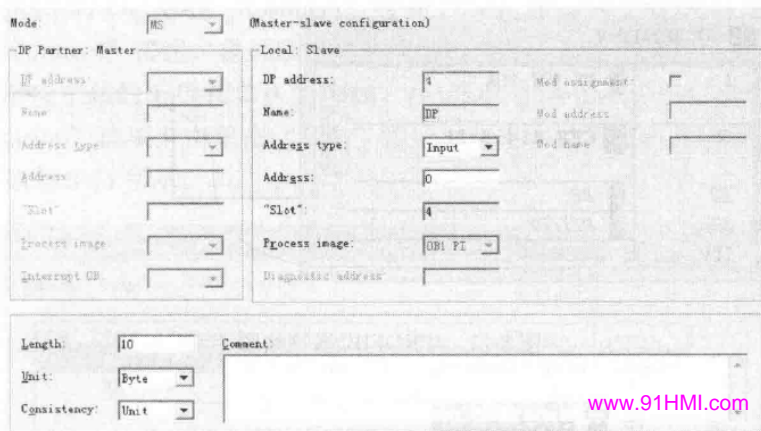

图 8-19 参数组态
(5) 选择“Configuration”选项卡来组态从站通信接口区，单击“New”按钮，加入一栏通信区，每栏通信数据最大为 32 个字节，在本例中分别添加输入区栏和输出区一栏各 10 个字节，开始地址为 0，在“Consistency”中选择“Unit”，若选择“All”则主站与从站都需要调用 SFC14、SFC15 对通信数据进行打包解包，参数组态如图 8-19 所示。